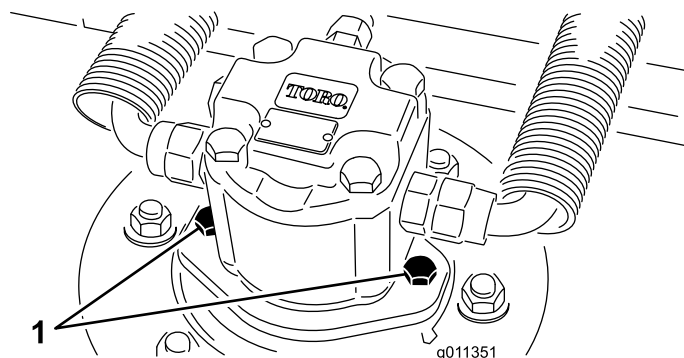

Figura 61
2. Desligue e retire o motor hidráulico da plataforma (Figura 61). Cubra a parte superior do eixo para não o sujar.
4. Instale o motor hidráulico na plataforma (Figura 61). Verifique se o anel de retenção está posicionado corretamente e não está danificado.